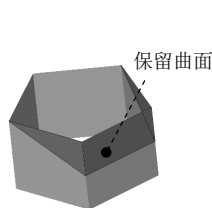

图 6.7.5 定义保留曲面（二）
**注意：**在选取需要保留的曲面时，如果选取如图 6.7.5 所示的曲面为保留曲面，则结果如图 6.7.1c 所示。